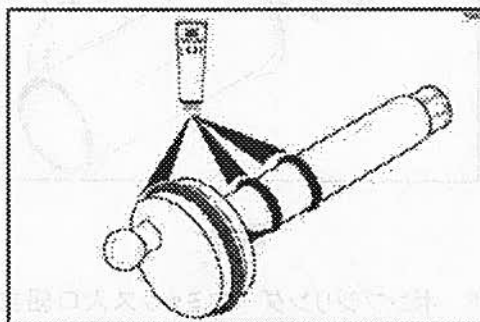

図 12
13. 黒の大型のOリング1本と黒の小型のOリング2本を回転シャフトの溝に取り付けます。Oリングとシャフトを十分に潤滑します。シャフトの六角の先端部には潤滑油を付けないこと。(図 12 を参照。)